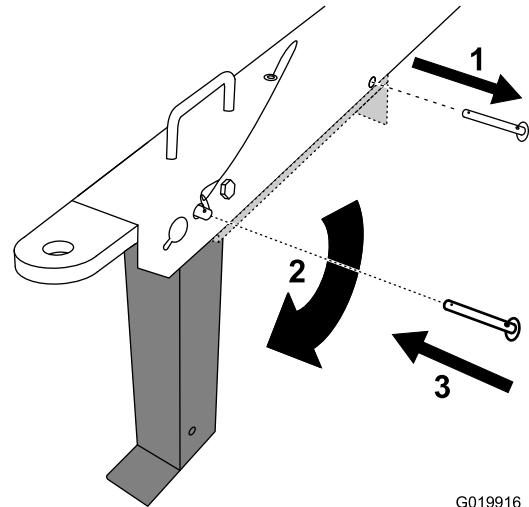

Figura 31
6. Retire el pasador de horquilla de la pata estabilizadora delantera y de la barra de tracción (Figura 31).
7. Gire la pata estabilizadora delantera hacia el suelo (Figura 31).
8. Introduzca el pasador a través del taladro delantero de la barra de tracción y de la pata estabilizadora delantera (Figura 31), y baje la máquina con cuidado al suelo.